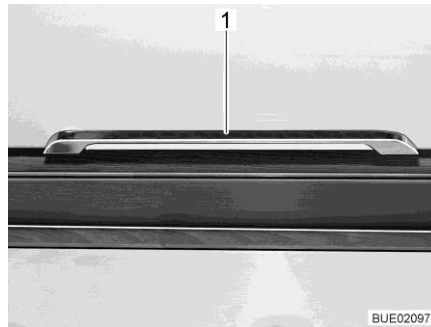

Fig. 86 Poignée de déverrouillage
- Suivant son emplacement, appuyer sur la poignée de déverrouillage (Fig. 86,1) vers le haut, le côté ou le bas et la maintenir appuyée.